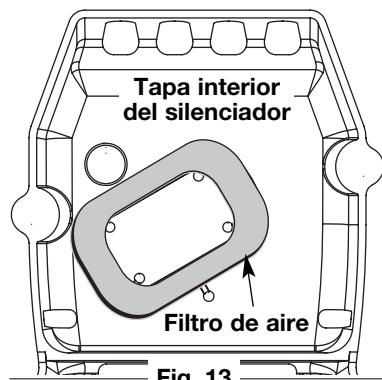

Fig. 13
2. Gire la tapa y ubique el filtro de aire adentro de la tapa del filtro de aire / silenciador (Fig. 13).
6. Cambie el filtro de aire dentro de la tapa del filtro de aire / silenciador (Fig. 13).